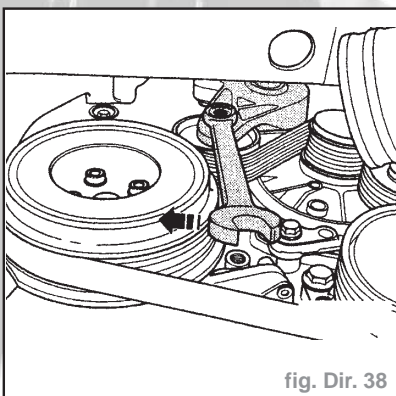

fig. Dir. 38
- Pour détendre la courroie à nervures trapézoïdales, basculer le dispositif de tension dans le sens de la flèche (fig. Dir. 38).